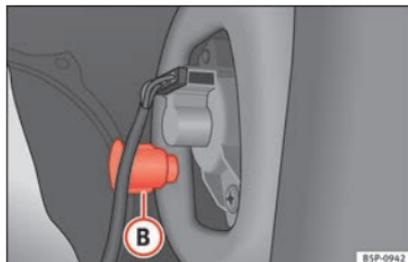

Fig. 185 Luz de población/freno.
- Desenrosque la pieza de plástico » fig. 185 (B) que fija el piloto. Para iniciar el giro puede servirle de ayuda insertar un destornillador en dicha pieza.